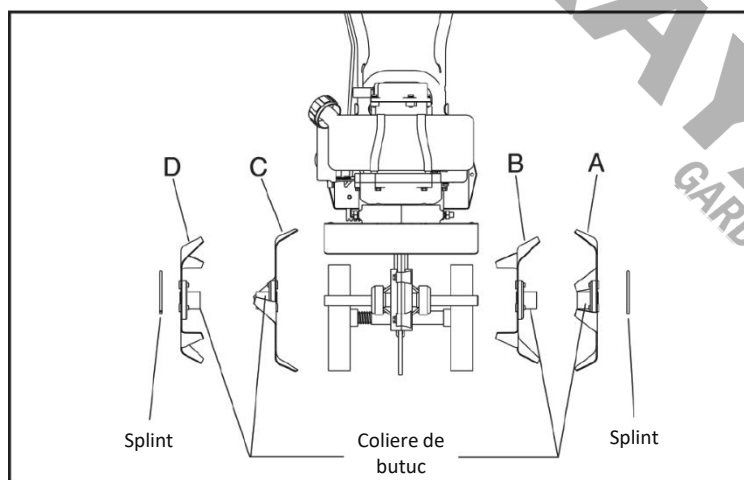

Figura 3 (vedere frontală)
2. Glisați apoi dintel exterior "A" și dintel "D" pe fiecare capăt al arborelui. Dinții trebuie instalați în ordinea corectă, astfel încât să fie poziționați de la stânga la dreapta A, B, C, D, așa cum sunt văzuți din poziția utilizatorului pe minicultivator. Asigurați-vă că colierele butucului de pe perechile de dinți din dreapta și din stânga sunt orientate una spre cealaltă, astfel încât să existe o distanță adecvată între lamele dinților. (A se vedea figura 3.)